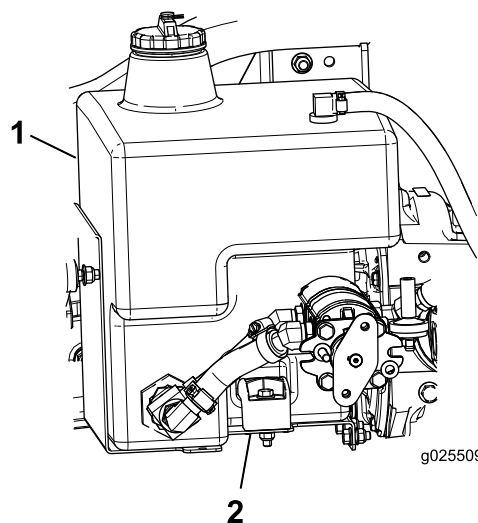

Figure 4
2. Déposez le raccord droit pour permettre au liquide de s'écouler (Figure 4 et Figure 11). Mettez le raccord droit au rebut.
3. Enlevez le boulon et le support de fixation du réservoir hydraulique (Figure 4).